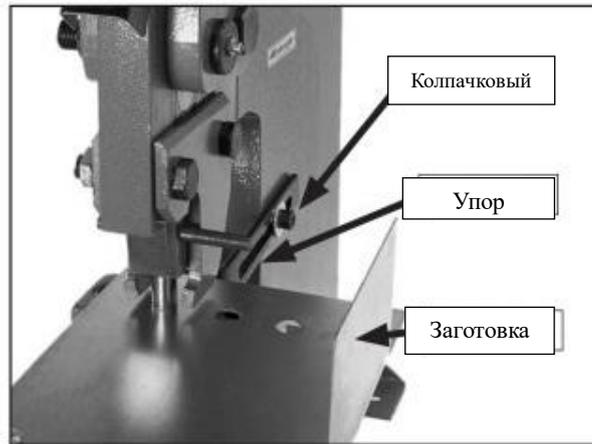

Рисунок 9. Упоры для заготовки
2. Если резание сделано правильно, опустите ручку так, чтобы перфоратор прошел через только что сделанное отверстие и вошел в штамп внизу (рисунок 9).
3. Отрегулируйте упор для заготовки так, чтобы обеспечить необходимую опору и выравнивание с заготовкой, затем затяните колпачковый винт (**рисунок 9**).